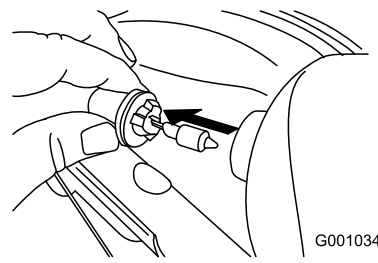

Рисунок 54
3. Выньте лампу прямо с тыльной части фары (Рисунок 54).